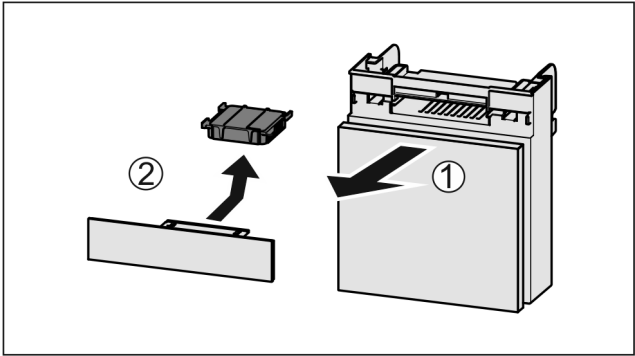

Fig. 143
- 向前拉出 Fig. 143 (1)抽屉。
- 取出 Fig. 143 (2)活性炭过滤器。